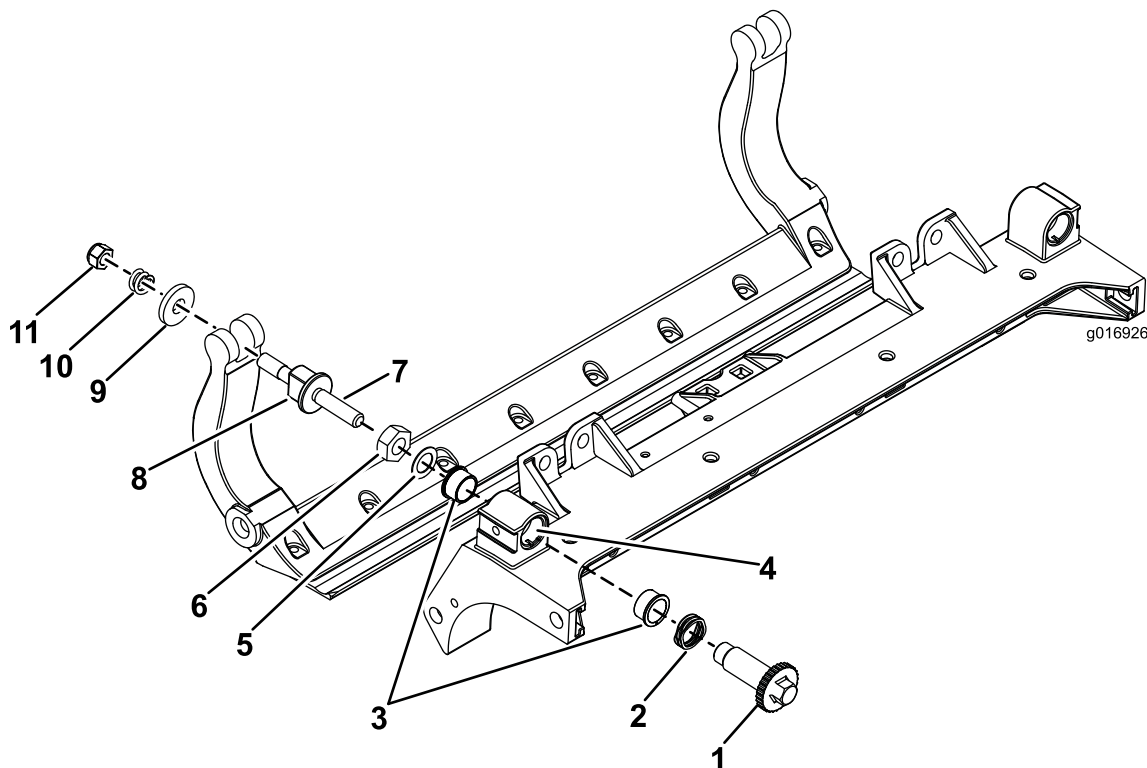

Рисунок 34
1. Снимите все детали (см. *Инструкции по установке* для комплекта HD DPA (модель № 120-7230) и Рисунок 34).
2. Нанесите противозадирный состав на внутреннюю поверхность втулки на несущей раме режущего блока (Рисунок 34).
3. Совместите шпонки фланцевых втулок с прорезями в раме и установите втулки (Рисунок 34).
4. Установите волнистую шайбу на шпindel регулятора и вставьте шпindel регулятора во фланцевые втулки, установленные в раме режущего блока (Рисунок 34).
5. Закрепите шпindel регулятора с помощью плоской шайбы и контргайки (Рисунок 34). Затяните контргайку с моментом 20–27 Н•м.
Примечание: Установите нейлоновую шайбу с каждой стороны выступа боковой пластины. На нейлоновые шайбы установите стальные шайбы (Рисунок 34).